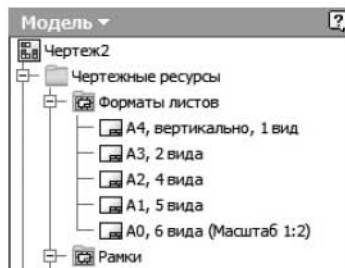

Рис. 9.10. Браузер, раздел Форматы листов
- При необходимости в браузере измените формат листа, для чего дважды щелкните мышью на нужном формате в разделе Чертежные ресурсы ▶ Форматы листов (рис. 9.10).